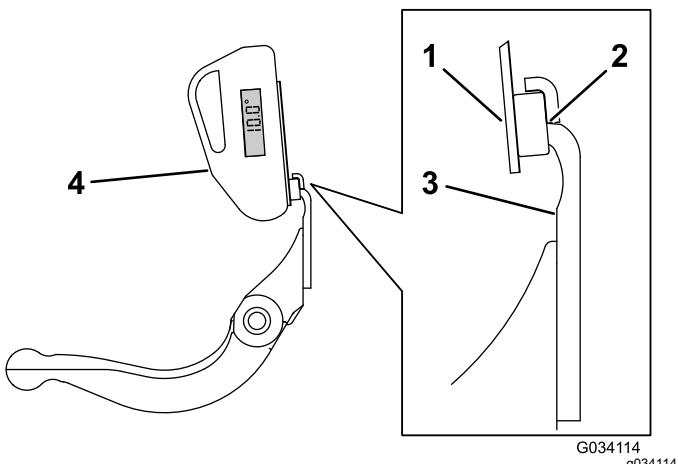

Figure 28
- Placez l'indicateur d'angle sur le bord de la contre-lame, de manière à adapter le bord de l'aimant avec le bord de la contre-lame (Figure 28).
- Placez l'indicateur d'angle sur le support, comme montré à la Figure 28.